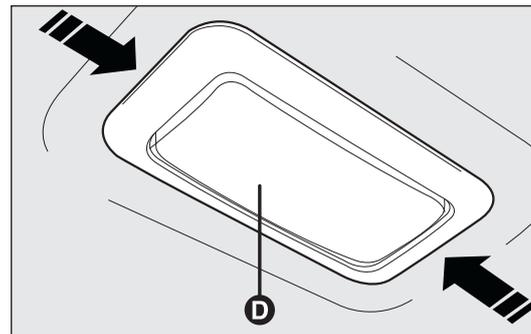

fig. 177
- agire nei punti indicati dalle frecce e rimuovere la plafoniera D-fig. 177;
- chiudere lo sportellino di protezione E e reinsertire la plafoniera D-fig. 177 nel proprio alloggiamento accertandosi dell'avvenuto bloccaggio.